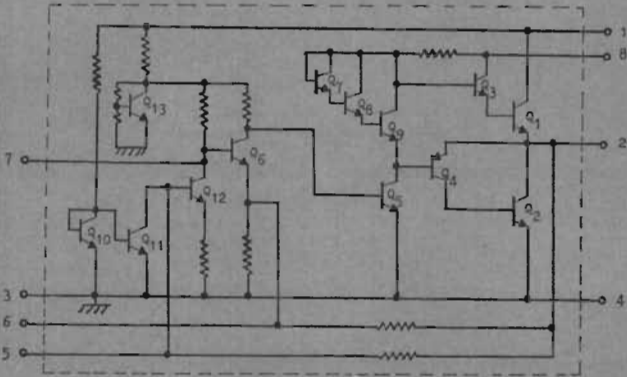
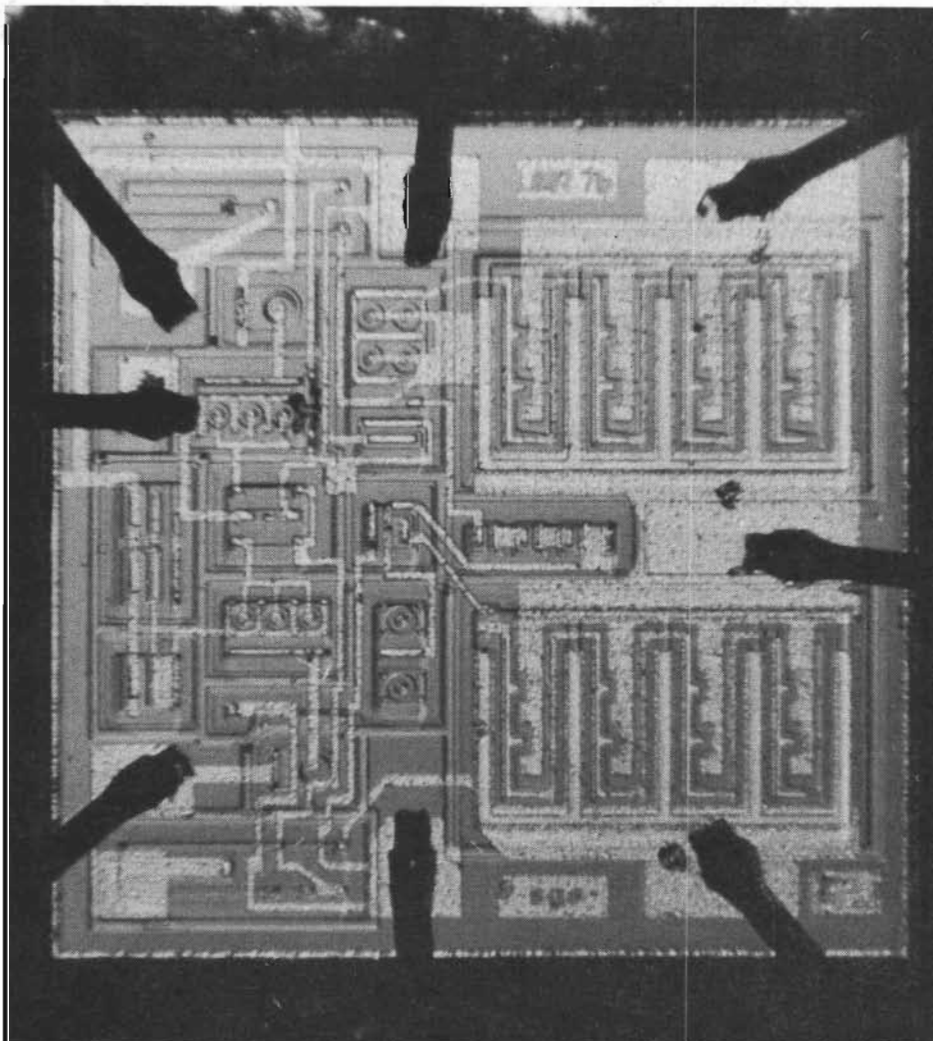

Fig 3. Principschema för audioförstärkaren TAA 611.
Fig 5. TAA 611 audioförstärkare i makrofoto.
- BHA-0002 är en ny integrerad hifi-förstärkare med hög uteffekt – 15 W! Den tillverkas av Bendix Semiconductor Division, USA, och arbetar i klass B med kvasikomplementärt slutsteg. Frekvensområdet uppges till 25–20 000 Hz och max distorsion 1 % vid full uteffekt (se fig 5). För 15 W uteffekt krävs 350 mV på ingången. Max drivspänning är 40 V och termiska resistansen mellan krets och kåpa 5°C/W. Tillåtet temperaturintervall är -30 – +100°C. Kapsling i Bendix standardmodul 52x27 mm med tio anslutningsstift.
Fig 5. Bendix integrerade 15 W effektförstärkare BHA-0002 i en typisk koppling. Diagrammen anger dels frekvensåtergivningen och dels distorsionen som funktion av frekvensen för förstärkaren i den visade kopplingen.
Audioförstärkaren visas schemamässigt i fig 3 och 4, och fotograferad i fig 5.
Fotot fig 5 visar att utgångsparet  $Q_1$  och  $Q_2$  (t h i bilden) upptar en avsevärd del av den totala brickytan. Dessa tran-